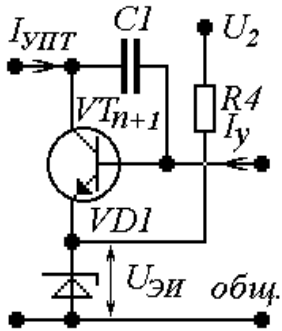

Рис.11. Вариант 1
$$U_{K_{n+1}} = U_{2ном} - U_{ЭИ} + \sum_{l=1}^n U_{БЭ_l}, \text{ для рис. 11, 12.} \quad (29)$$
$$I_{УПТдоп} \leq \frac{0.5 P_{Kдоп}}{U_{K_{n+1}}}, \text{ для рис. 11...20.} \quad (33)$$
$$U_{ЭИ} \leq U_{2ном} - 3B, \text{ для рис. 11, 12, 17, 18, 19, 20.} \quad (34)$$
$$R_4 \leq \frac{U_{2ном} - U_{ЭИ}}{I_{cm1min}}, \text{ для рис. 11, 12, 17, 18, 19, 20.} \quad (36)$$